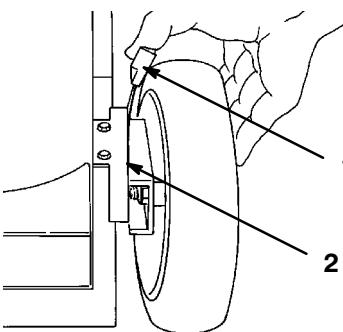

Bild 11
3. Drücken Sie die Höheneinstellung in Richtung des Rades (Bild 11) und bewegen Sie in die gewünschte Einstellung.